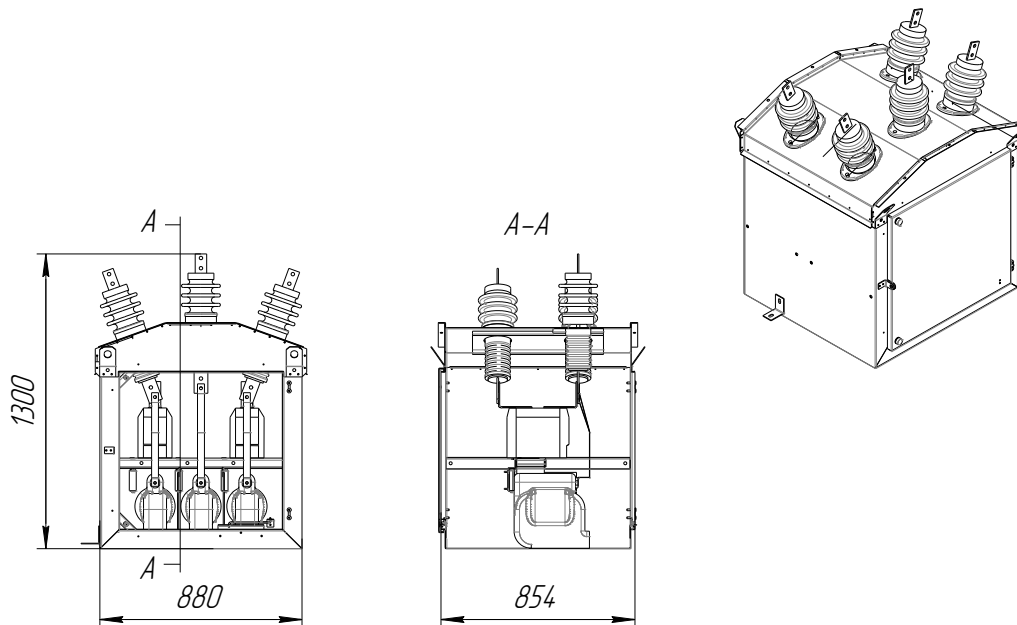

Рисунок 1 – Высоковольтный модуль
- с двумя трансформаторами тока и тремя трансформаторами напряжения (рисунок 1);
Перв. примен.	<p>беля. При подключении измерительных цепей необходимо обеспечить правильность чередования фаз цепей тока и напряжения, а для токовых цепей – правильность подключения начала и конца обмоток трансформаторов тока.</p> <p>– Произвести разделку ответвлений от ВЛ и произвести подключение их к проходным изоляторам модуля ВМ согласно требованиям рис. 1 приложение.</p> <p>ПРИМЕЧАНИЕ – Подключение ВМ к высоковольтной линии рекомендуется выполнять изолированным проводом СИП-3-1 ТУ 16.К71.272-98 (рисунки Б.2).</p> <p>– Расфиксировать, закрыть и закрепить боковые стенки модуля ВМ.</p> <p>– Закрыть на замки и опломбировать двери шкафа ШУ.</p> <p>ПРИМЕЧАНИЯ</p> <p>1. В случае если счетчик электроэнергии приобретался Заказчиком самостоятельно, то установить счетчик и подключить его к испытательной коробке, при этом руководствоваться схемой электрической принципиальной счетчика.</p> <p>2. Установить и подключить прочее оборудование в случае, если оно приобретено Заказчиком самостоятельно, при этом руководствоваться документацией на соответствующее оборудование.</p> <p>– Включение напряжения, опробование и эксплуатация ПКУ должны производиться в соответствии с правилами ПТЭ (ПТБ) и ПУЭ.</p>